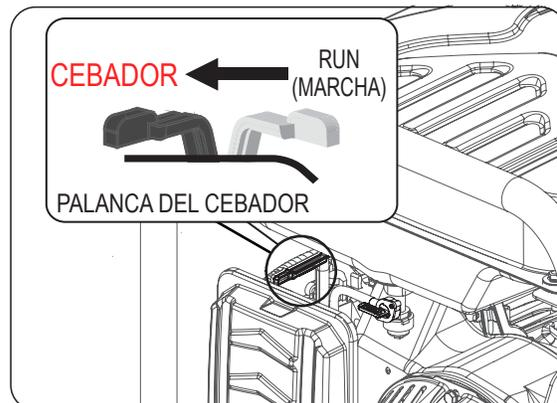

Figura 7 **OMITA ESTE PASO SI EL MOTOR ESTÁ TIBIO O CALIENTE.**
- Deslice la palanca del cebador a la posición "Choke" (cebador). (Consulte la figura 7) **OMITA ESTE PASO SI EL MOTOR ESTÁ TIBIO O CALIENTE.**